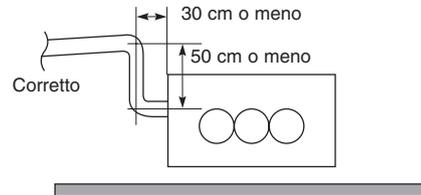

Fig. 3-66
- Qualora si rendesse necessario, immediatamente dopo l'apertura di scarico è possibile risalire con la tubazione per un dislivello massimo di 64 cm. Non superare il dislivello consigliato; risalite maggiori potrebbero provocare perdite d'acqua. (Fig. 3-66).